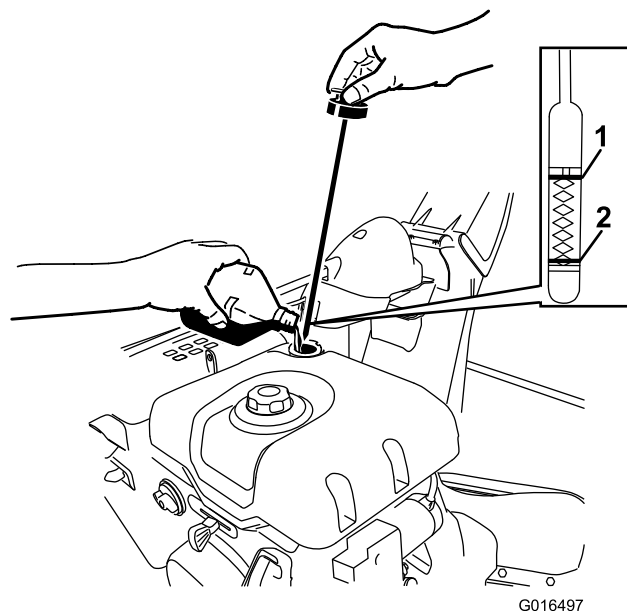

Рисунок 19
- Выньте щуп для измерения уровня, повернув крышку против часовой стрелки, и медленно залейте масло в заправочную горловину так, чтобы уровень масла соответствовал метке Full (Полный) на щупе. **Не допускайте переполнения картера.** (Рисунок 19).